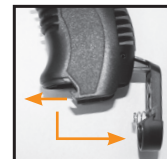

Ilustración 3
- Abra la tapa del compartimento de la batería, localizado en la parte baja de la empuñadura, deslizándolo hacia la boca y luego jale hacia abajo (ilustración 3).